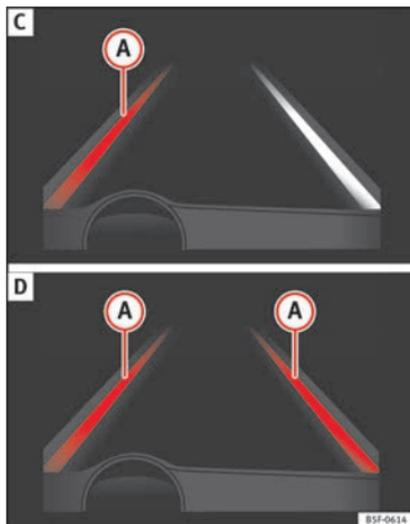

Fig. 207 Sul display del quadro strumenti: indicazione sul display del dispositivo di assistenza per il mantenimento della corsia (esempio 2).
- Il dispositivo è operativo, la linea evidenziata (A) indica il rischio di oltrepassare involontariamente la linea di demarcazione della corsia e sta agendo sullo sterzo per correggere la traiettoria »» fig. 207 C.
- Le due linee evidenziate (A) si accendono quando entrambe le linee di demarcazione della corsia sono state rilevate e la funzione di guida al centro della corsia è attiva »» fig. 207 D.